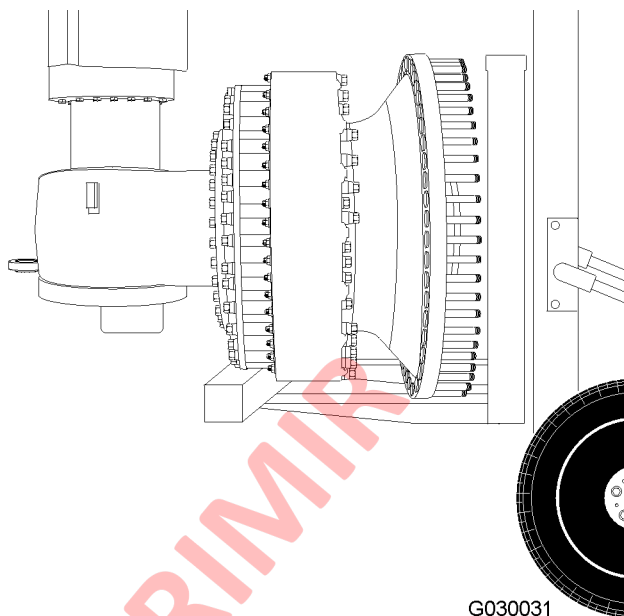

FIGURA 3-3. DISPOSITIVO DE ELEVACIÓN TIPO (MONTACARGAS)
3. Coloque el conjunto del husillo y cubo de la rueda en una grúa horquilla o dispositivo de elevación similar, como se muestra en la Figura 3-3.